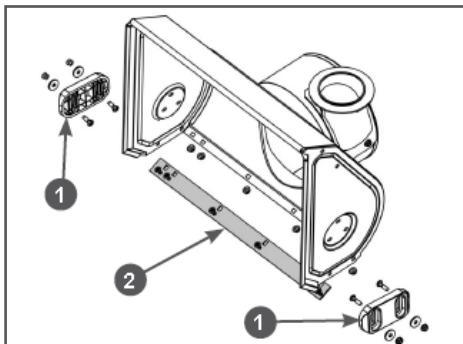

Рис. 28 Обслуживание кожуха шнеков
1. Открутите гайки крепления полозков 1 (Рис. 28) и снимите полозки с кожуха шнеков.
- Установите новые полозки и закрепите их четырьмя болтами и гайками (Рис. 28). Перед окончательной затяжкой гаек отрегулируйте высоту захвата снега.
Для наглядности на Рис. 28 кожух шнеков показан без шнеков, редуктора и валов.
- Открутите гайки крепления и снимите нижнюю накладку 2 с кожуха шнеков (Рис. 28).
- Установите новую нижнюю накладку и закрепите ее болтами и гайками (Рис. 28).